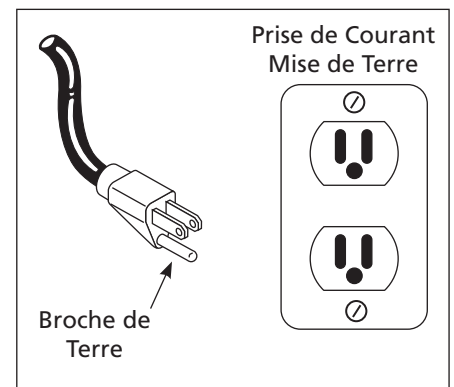

Figure 3 - Méthode de mise à la terre
1. Ce produit est conçu pour l'utilisation d'un circuit de 120 volts et a une fiche de mise à la terre comme celle indiquée sur la Figure 3. Assurer que le modèle est branché à une prise de courant qui a la même configuration que la